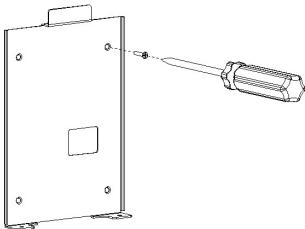

图 3-1
1. 用螺丝刀和 4MM 自攻螺丝将安装板锁紧至与墙面贴平，如图 3-1 和 3-2 所示